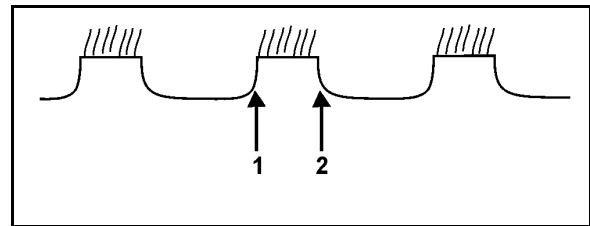

Fig. 44
- 1. Forskyv skålsrekken mot høyre og kontroller på nytt (Fig. 44):